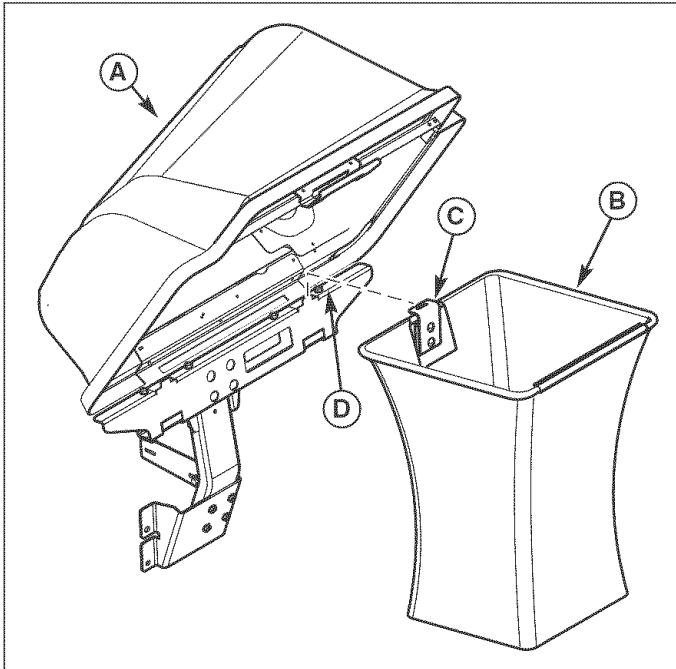

Figure 22. Installation des sacs de ramassage
1. Soulever le couvercle (A, Figure 22).
2. Attacher les sacs de ramassage (B) à l'aide du crochet de suspension de sac à herbe (C) au montant de crochet de suspension de sac (D).